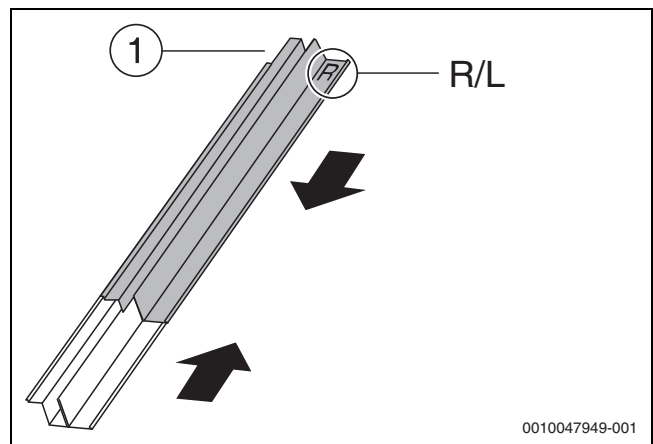

Bild 58 Seitliche Eindeckbleche ineinanderschieben (senkrecht)
- Das obere Teil ist am ausgeschnittenen Falz erkennbar (→ Bild 58, [1]).